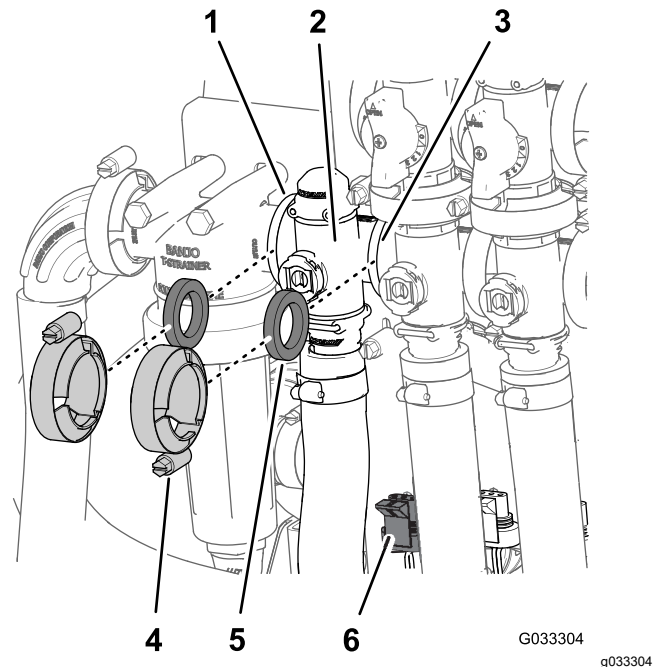

Figure 67
1. Retirez les colliers et les joints qui fixent le collecteur du régulateur de débit (Figure 67).